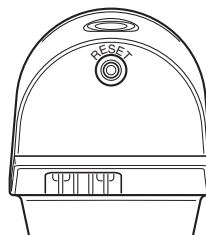

Figure 8
- Pour une installation sous l'avant-toit, assurez-vous que le capteur est situé à l'opposé du mur du bâtiment. Faites pivoter le détecteur de mouvement de sorte que le bouton RESET (Réinitialisation) (voir la Figure 8) soit face au sol.
- Bouton de réinitialisation (voir la Figure 8) : utilisez un trombone et appuyez sur le bouton de réinitialisation pendant 15 secondes pour réinitialiser la lumière.